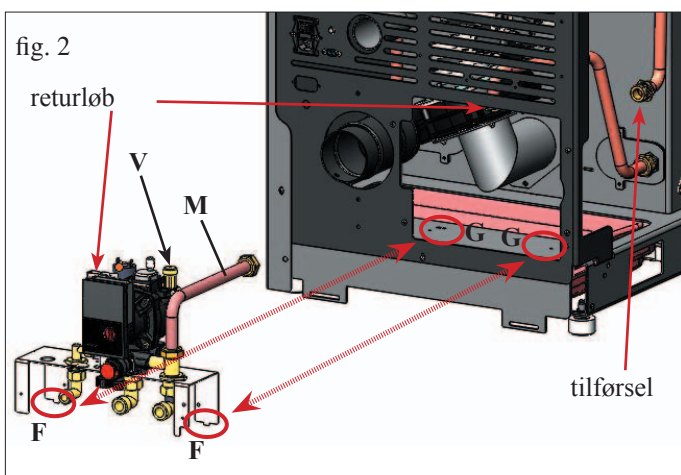

fig. 2
Forbind kedlens forsyningsrør med det hydrauliske sæts forsyningsrør (M) ved at sætte den medfølgende pakning 3/4" imellem og skrue dem omhyggeligt sammen (fig. 2).
Forbind ekspansionsbeholderens slange til tilslutningen "V" på det hydrauliske sæt (se fig. 2)
Indsæt kedlens returnrør i O-ringen og sammenkobl det til forbindelsen på cirkulationspumpehuset på sættet, og fastgør det med den tilhørende klemme (fig. 2).